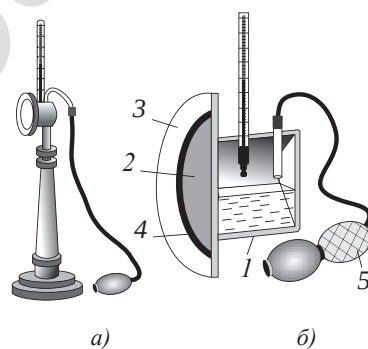

Рис. 127. Конденсационный гигрометр
Конденсационный гигрометр используют для определения точки росы. Он представляет собой металлическую камеру, укрепленную на штативе (рис. 127, а). В камере два отверстия: одно для термометра, второе для продувания воздуха (рис. 127, б). Передняя стенка камеры (2) и кольцевая рамка (3) зеркально отполированы. Рамка и камера разделены друг от друга теплоизоляционным материалом (4). Камеру (1) наполовину заполняют эфиром или спиртом и продувают воздух над поверхностью жидкости с помощью резиновой груши (5). Испаряясь, жидкость охлаждается, на стенках коробки конденсируется пар. Отполированная поверхность коробки тускнеет в сравнении с поверхностью рамки. В момент появления росы снимают показание термометра – точку росы.